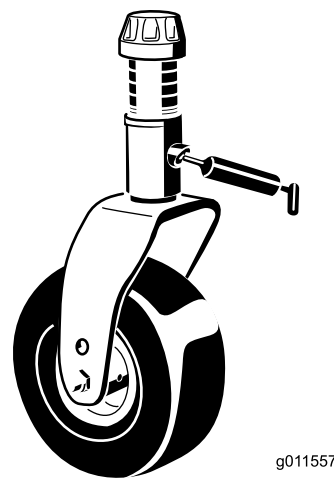

Figura 71
- Casquillo del eje de la horquilla de la rueda giratoria (1) (Figura 71)
- Casquillo del pivote del brazo tensor — situado en el brazo tensor (1)